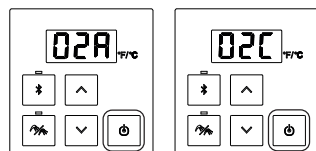

Fig. 3
5. Pulsar el botón 'On/Off' del panel de control para modificar los valores de los parámetros (Fig. 3)